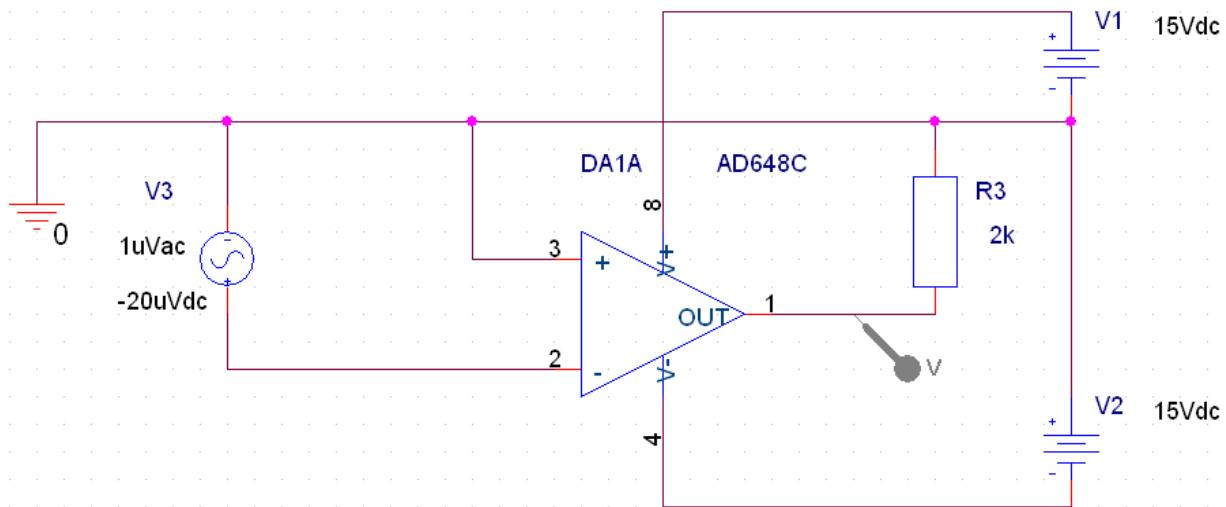

Рисунок 3 – Схема исследования АЧХ операционного усилителя.
1. Выбрать для исследования операционный усилитель в соответствии с работой №1. Создать в среде OrCAD схему для получения его АЧХ (рисунок 3).